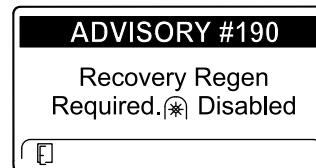

Figura 86
- Recovery regen required (Es necesaria una regeneración de recuperación) ADVISORY #190 (Aviso n.º 190) (Figura 86)